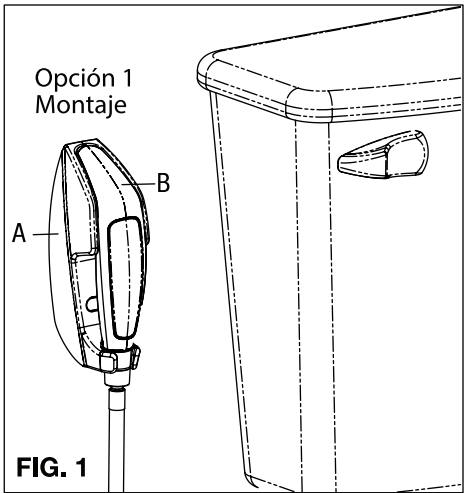

FIG. 1
- Elige el lugar de instalación. El receptáculo (A) puede montarse de dos formas diferentes:
El receptáculo puede montarse en la pared usando la almohadilla adhesiva incluida (J) o los tornillos (M) y anclajes (L) igualmente incluidos. [Fig. 1].